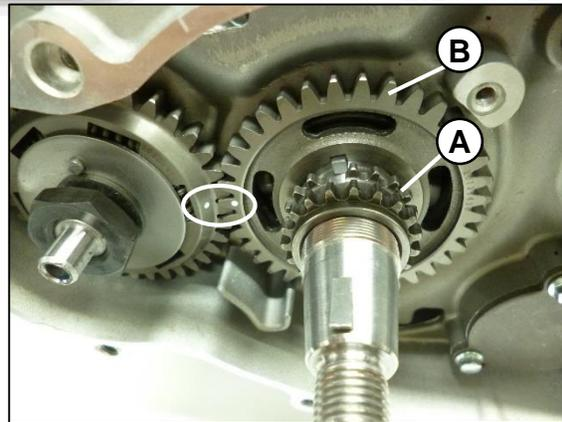

Fig. 31
Remueva el piñón distribución (A) verifique daños o desgaste anormales, remueva el piñón contrabalanceo (B) verifique su correcta posición, al momento del ensamble, se debe alinear los puntos de ambos piñones, esta es la sincronización correcta. Fig. 31